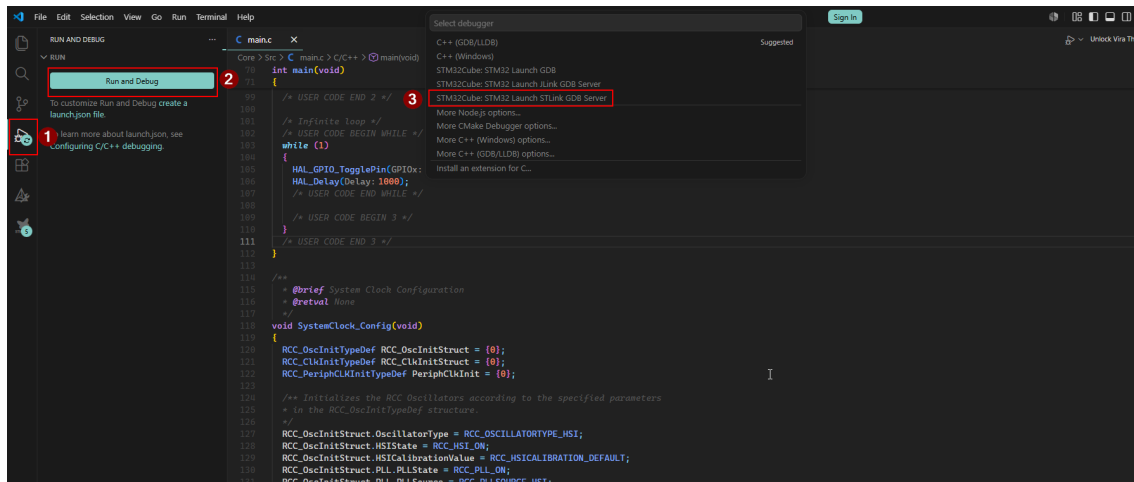

Figura 13: Selección de la configuración de depuración para usar STLink GDB Server.
25. Seleccione exactamente la opción **STM32Cube: STM32 launch STLink GDB Server** (ver figura 13) y haga clic en el botón verde de Play para iniciar la depuración del microcontrolador.